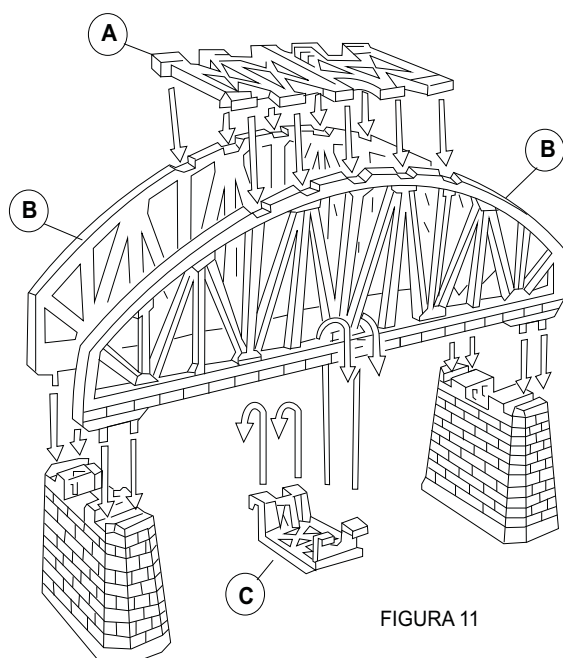

FIGURA 11
Para montar a ponte, observe a FIGURA 11. Primeiro, encaixe a parte superior (A) nas laterais (B) da ponte, pressionando no sentido das setas. Depois, encaixe a parte (C) nas laterais (B), pressionando no sentido das setas. Depois de montada a ponte, encaixe-a nos pilares. Por fim, monte os trilhos, passando por dentro da ponte e encaixando nos pilares também.